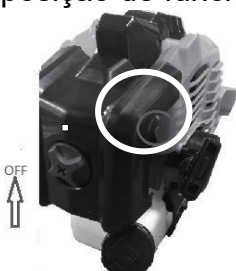

Fig. 14
- 3) Para ligar o motor a frio, mova a alavanca de estrangulamento do ar para a posição . Para reiniciar um motor quente, deixe a alavanca de estrangulamento do ar na posição de funcionamento. (Fig. 14)